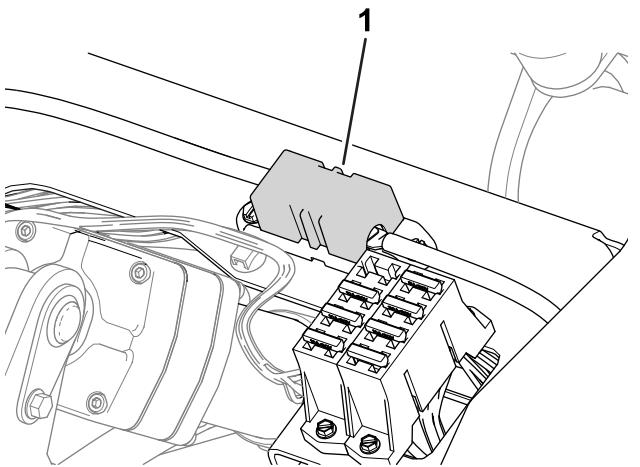

Figura 52
- Los fusibles del motor de la rueda derecha (60 A) están situados debajo del asiento (Figura 52).